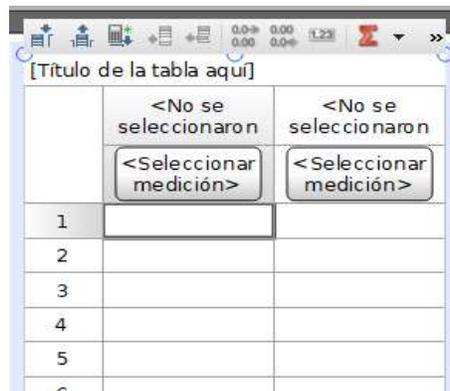

Figura No. 6
6. En la parte derecha de la pantalla principal en la sección de pantallas, seleccione **<Tabla>** y arrástrela hacia la página central (*Figura No. 6*).